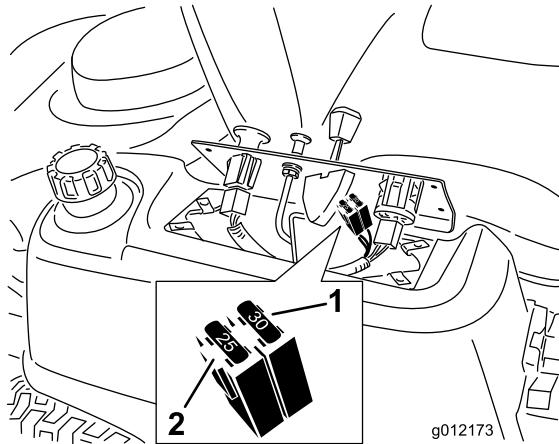

Bild 38
2. Heben Sie das Armaturenbrett an, um an den Hauptkabelbaum und den Sicherungsblock zu gelangen (Bild 38).
3. Ziehen Sie die Sicherung zum Wechseln heraus (Bild 38).